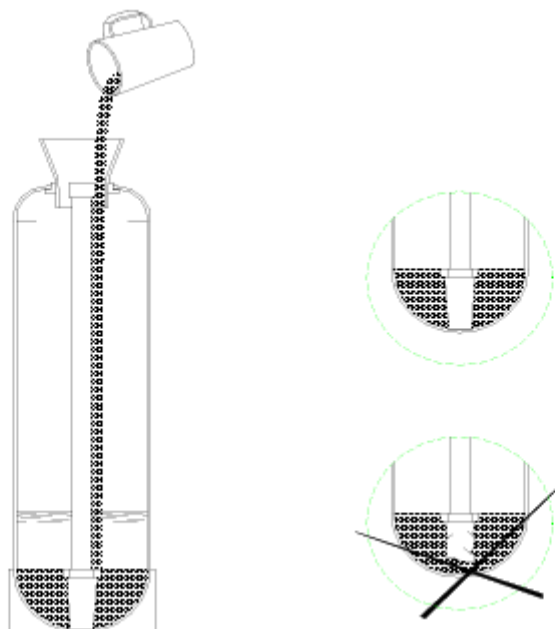

Рисунок 3 — Порядок загрузки фильтрующего материала в корпус фильтра
8.7 Засыпать в корпус через воронку требуемое количество гравия. **ВНИМАНИЕ: ПОСЛЕ ЗАГРУЗКИ ГРАВИЯ НИ В КОЕМ СЛУЧАЕ НЕ ВЫТАСКИВАТЬ ВЕРТИКАЛЬНЫЙ КОЛЛЕКТОР ИЗ КОРПУСА!** Это может привести к поломке нижней ДРС в результате попадания гравия в ее посадочное место на дне корпуса (см. рисунок 3).